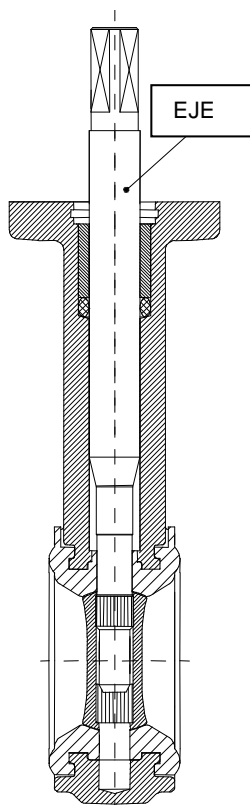

Fig.5
5.- Introducir el eje prestando especial atención a que esté alineado este con la mariposa (ya que posicionan mediante el grafilado). Golpeamos con el mazo de nylon hasta que quede correctamente montado (Fig.5).